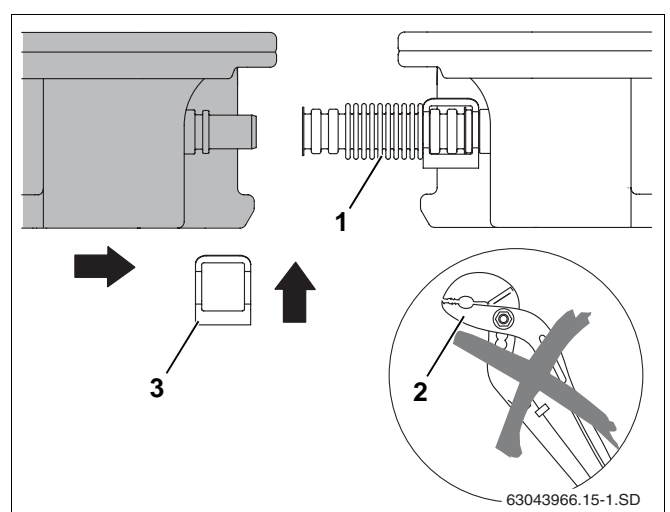

Bild 49 Skjut den första solpanelen till den första
- ▶ Använd inga hjälpverktyg, t.ex. tänger (bild 49, **pos. 2**). Dessa kan göra den korrugerade rörkopplingen obrukbar.
- ▶ Skjut den andra solpanelen till den första så att solpanelsanslutningarna skjuts in i den första solpanelens förmonterade korrugerade rörkopplingar (bild 49, **pos. 1**).
- ▶ Sätt den andra klämman (bild 49, **pos. 3**) över kabelskyddsröret och solpanelsanslutningen.